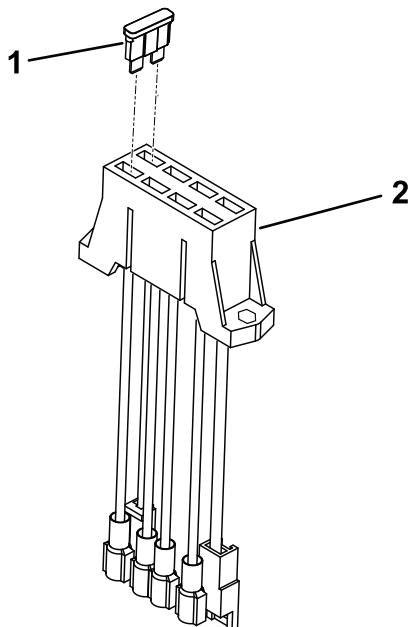

Figura 7
4. Inserite il fusibile da 20 A nella fessura del portafusibili (Figura 7).